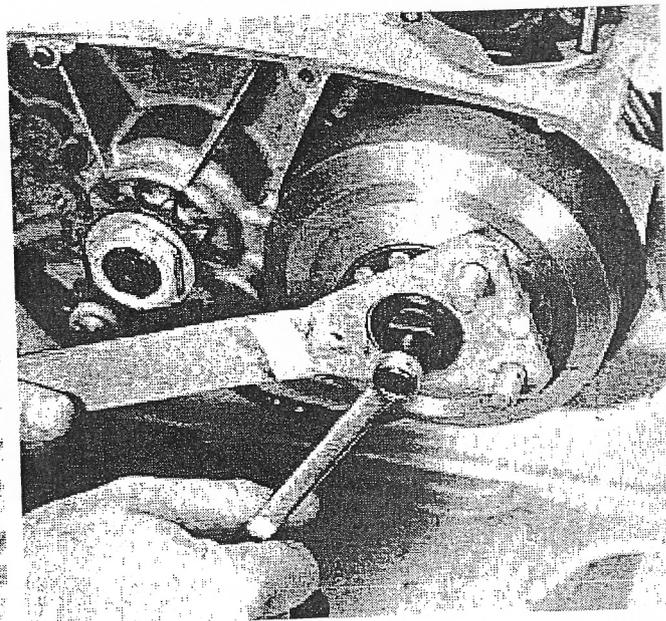

FIG 5
5. Para girar el tornillo del extractor utiliza una llave inglesa o de tubo del 12mm en el sentido de las manillas del reloj hasta separarlo del eje del cigüeñal (Fig 5). Quita el volante, desenrosca el extractor y retira la arandela de presión si no salió antes, ya que a veces se queda pegada al extractor.